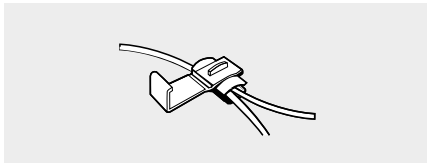

Bild 9
Legen Sie das rote Kabel des Transmitters seitlich in den Klemmverbinder (7) ein (siehe Bild 9).